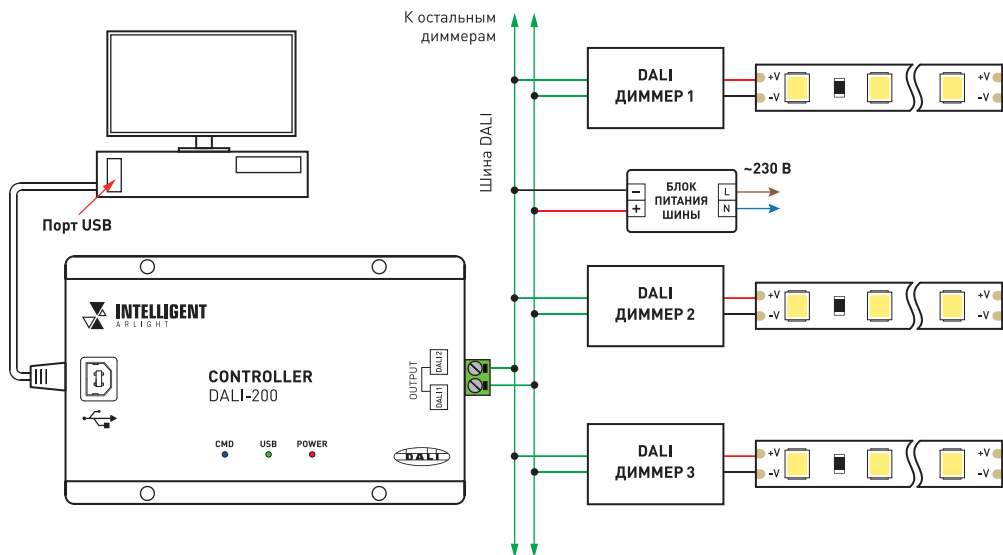

Рис.1. Схема соединения оборудования.
- 3.2. Подключите выход OUTPUT контроллера к шине DALI (см.Рис.1.).